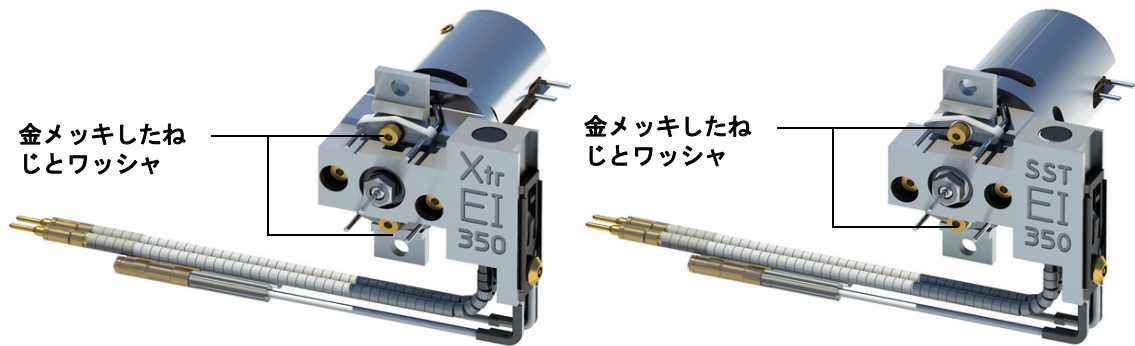

図 49 フィラメントの交換
- 4 フィラメントの金メッキしたねじとワッシャを取り外します。(167 ページの図 49 を参照してください。)
- 5 新しいフィラメントを金メッキしたねじとワッシャで固定します。(図 49 を参照してください。)